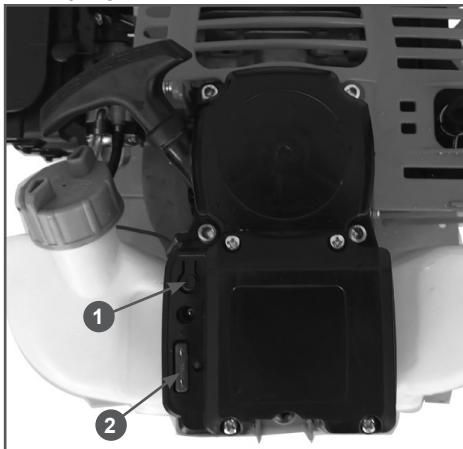

Рис. 14 Кнопка запуска
7. Правой рукой нажмите кнопку запуска 1 (Рис. 14). Двигатель запускается только на короткое время и сразу глохнет.